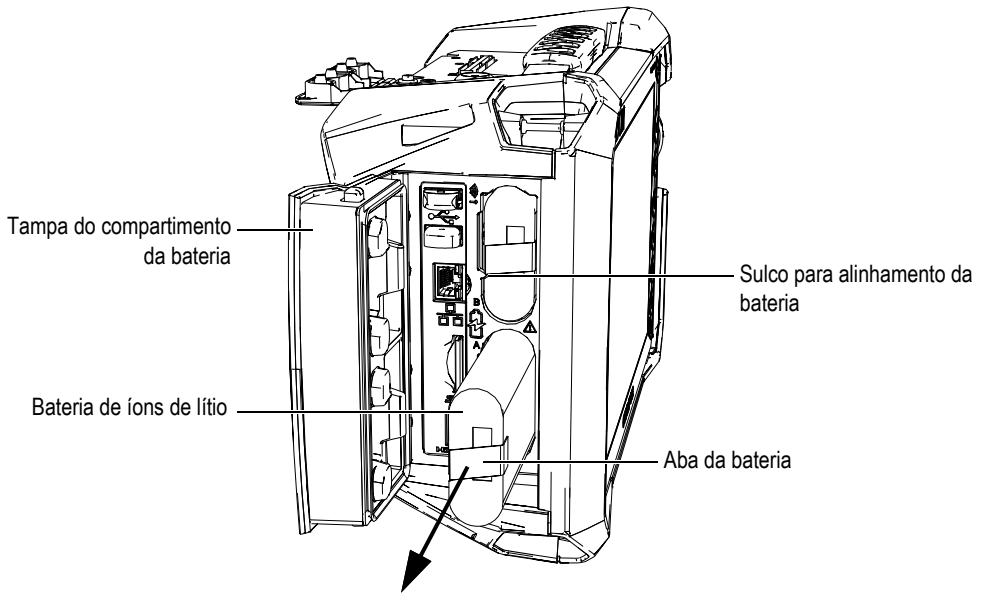

Figura 3-3 Remover a bateria de íons de lítio
2. Empurre a bateria para dentro, puxe-a para a esquerda na aba da bateria e, depois, puxe-a para fora (Figura 3-3 na página 47).